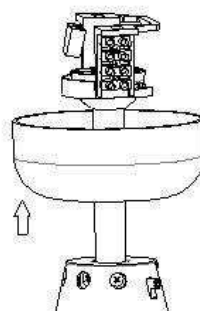

Fig.3
1. Sostiene el ventilador con mucho cuidado y coloque la parte de la varilla con la articulación esférica en el lugar en el soporte previsto a estos efectos hasta que encaje. (Fig. 3)